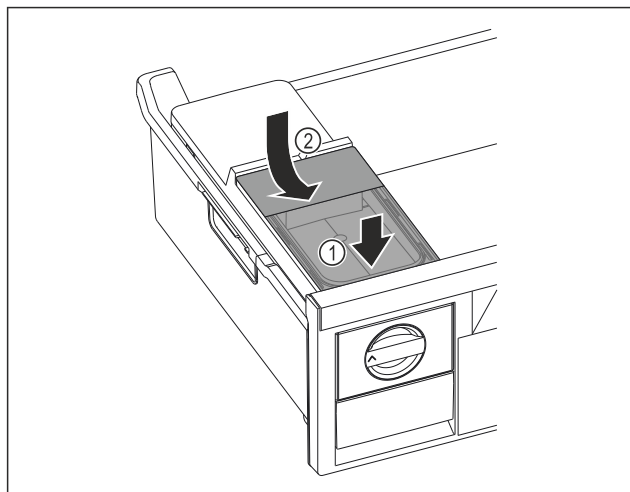

Fig. 72
- Watertank aan de voorkant plaatsen. Fig. 72 (1)
- Watertank aan de achterkant laten zakken. Fig. 72 (2)